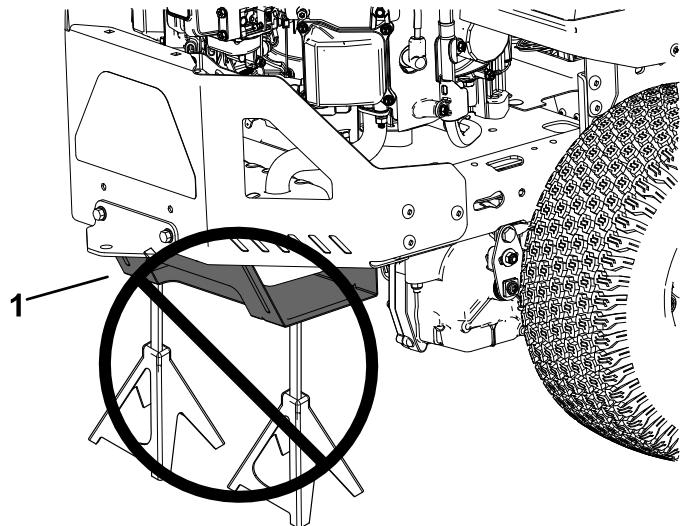

Figure 28
**Si vous soutenez la machine en vous servant de la protection inférieure du silencieux (Figure 28), vous risquez d'endommager la protection et de faire tomber la machine, vous blessant ou blessant d'autres personnes.**